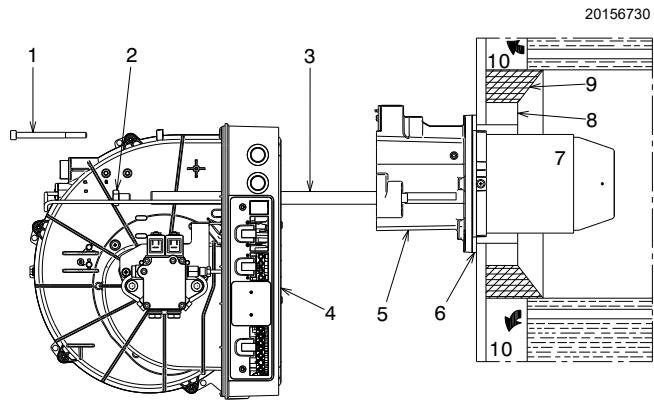

Fig. 10
- fijar el grupo 5) y 7)(Fig. 10) a la placa de la caldera, interponiendo la junta aislante (6)(Fig. 10) suministrada de serie.
- Si fuese necesario sustituir la boquilla cuando el quemador ya están montado en la caldera, abrir el quemador en las guías, como se indica en Fig. 10 en la pág. 14 y proceder como se describe a continuación.
- En este punto de la instalación, el tubo de llama y el maniquito se fijan a la caldera como se indica en la fig. 10 pág. 15. Por lo tanto, la regulación del cabezal de combustión resulta ágil, ya que depende únicamente del caudal del quemador, es decir, del caudal de la boquilla seleccionada en Tab. F en la pág. 15.